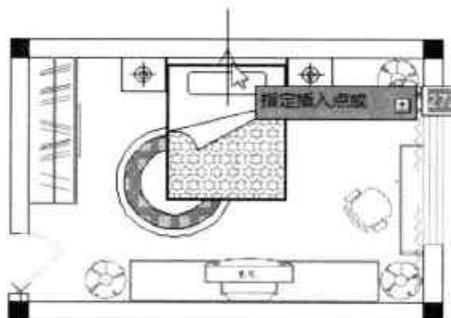

图7-82 选择插入基点
- Step16** 在打开的对话框中，选中刚绘制的床图块，并单击“确定”按钮，然后在绘图区中指定床图块的插入点，如图7-82所示。